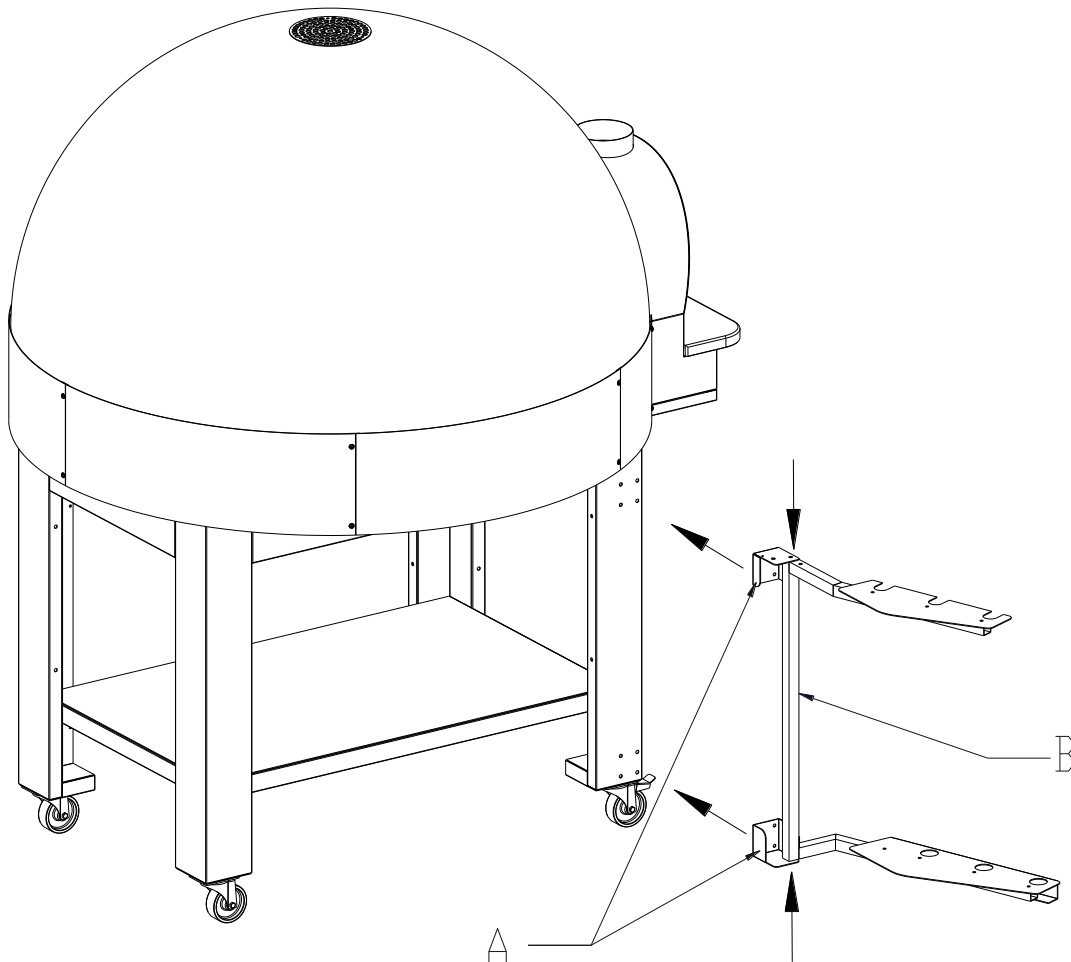

Fig.1
- 1- Soulever délicatement la calotte du bord latéral avec un tournevis et la soulever (Fig.1).
- 1- Insérer les étriers supérieurs et inférieurs (A) dans le châssis (B).
- 2- Fixer les étriers (A) à la jambe de la base grâce aux vis déjà présentes (Fig.1).
- 1- Insérer dans le four les plans réfractaires de la sole (Fig.1).